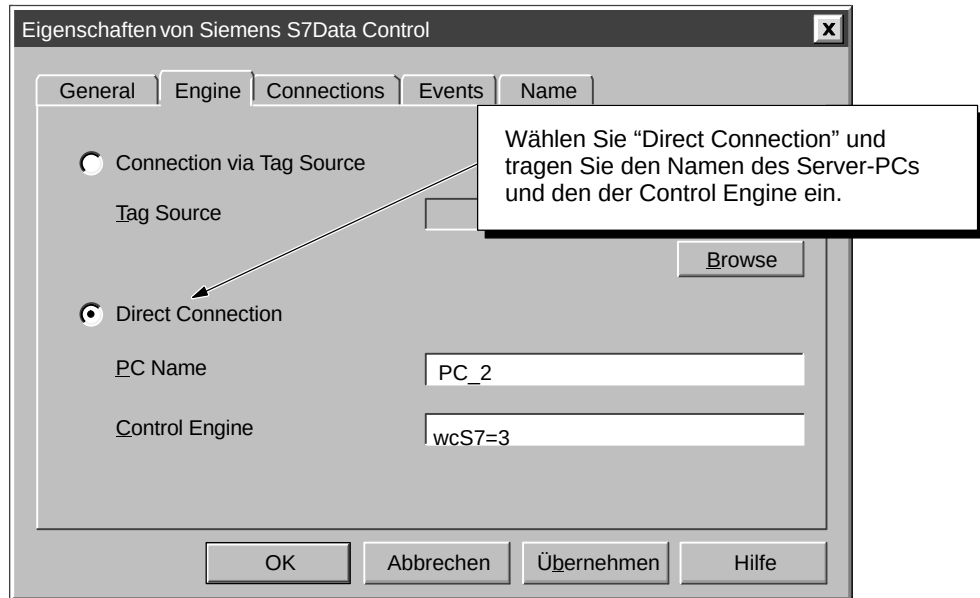

Bild 5-6 Einrichten von DCOM für eine bestimmte Control Engine
3. Wählen Sie die Option "Direct Connection" (siehe Bild 5-6).